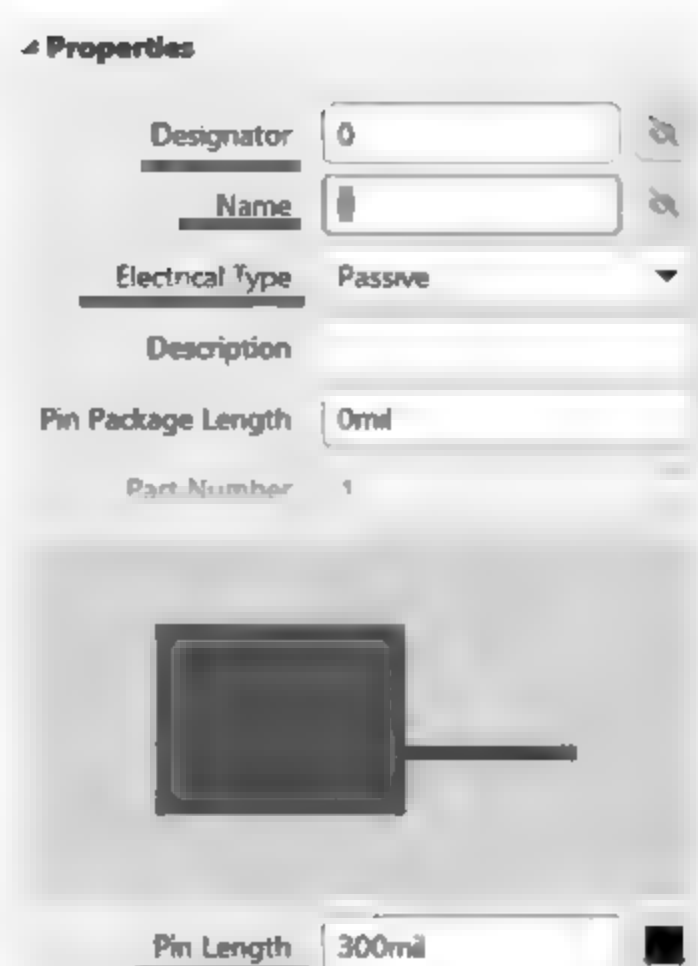

图 3-11 管脚属性编辑面板
脚(或在绘制状态下按 Tab 键),系统将弹出相应的管脚属性编辑面板,如图 3-11 所示。
(3) 在放置管脚时按下 Tab 键,或者双击已经放置的管脚,系统弹出如图 3-11 所示的元件管脚属性编辑面板,在该面板中可以完成管脚的各项属性设置。单击“保存”按钮,即可完成 NPN 三极管元件符号的绘制。
(3) 在放置管脚时按 Tab 键, 或者双击已经放置的管脚, 系统弹出如图 3-11 所示的元件管脚属性编辑面板, 在该面板中可以完成管脚的各项属性设置。